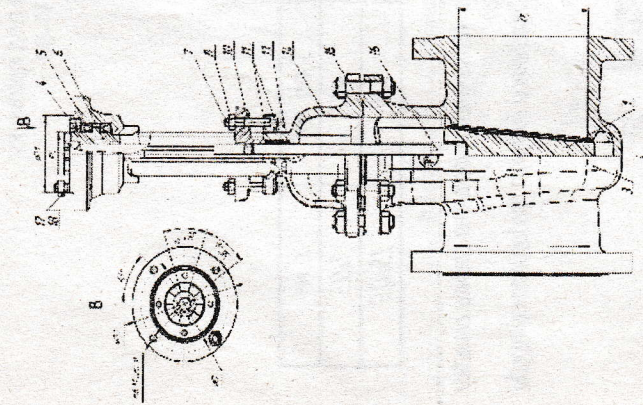

Рисунок 1
3.1 Задвижки состоят из следующих основных частей (см. рисунок 1,2):
3.2 Маховик через гайку шпинделя (задвижка с ручным управлением, рисунок 2 или приводной вал электропривода, редуктора через гайку шпинделя кулачковую - полушфту (задвижка под электропривод или с редуктором, рисунок 1) сообщает шпинделю поступательное или вращательное движение.